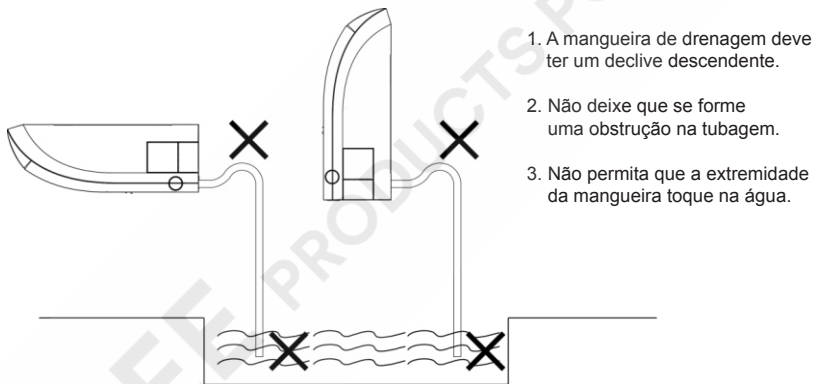

Fig. 20
- (4) Ligue a mangueira de drenagem (Fig. 20).